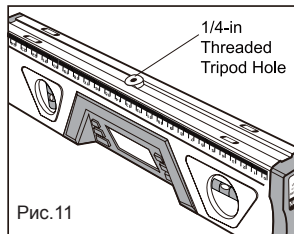

Рис.11
Использование электронного уровня на штативе (Рис. 11, 12 и 13)
- 2) Установите электронный уровень на штатив при помощи отверстия под штатив 1/4", расположенного в центре рабочей поверхности уровня (смотрите рис.11).